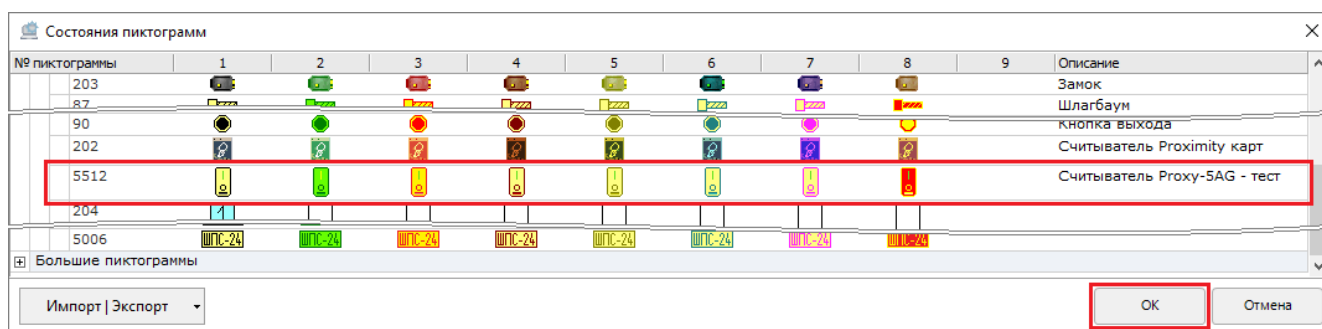

Рисунок 6-519 Сохранение пиктограмм состояний, добавленных для пользовательского вида пиктограмм
- 5) в нижней части окна редактора «Состояние пиктограмм» нажмите кнопку «ОК» (см. Рисунок 6-519) для сохранения всех изменений в редакторе (либо нажмите кнопку «Отмена» для отказа от изменений в редакторе).